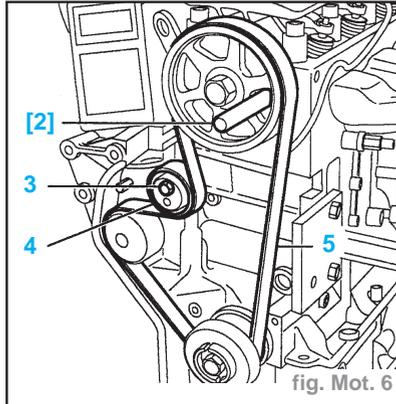
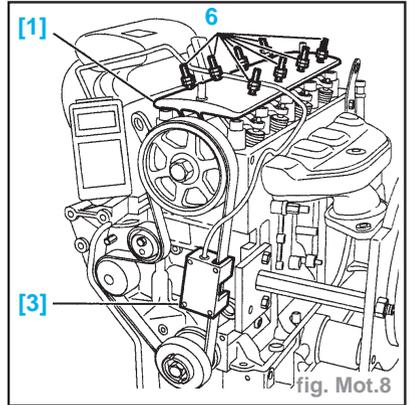

fig. Mot. 6
fig. Mot.8
- Vérifier que le galet tendeur (4) tourne
- Mettre en place l'appareil de mesure de tension de courroie (3) (appareil **SEEM C.TRONIC type 105-5**) (fig. Mot. 8).
- Desserrer l'écrou (3) (fig. Mot. 6).
- Tourner le galet tendeur (4) dans le sens inverse des aiguilles d'une montre pour afficher **44 unités SEEM**.
- Serrer l'écrou (3) à **2,2 daN.m**
- la pige de poulie d'arbre à cames (2)
- l'appareil de mesure de tension de courroie (3)
- Dévisser les vis (6) (fig. Mot. 8).
- Mettre en place la plaque d'appui de culbuteurs (1) (réf. 0132AE) en respectant son sens de montage par rapport à la distribution.
- Serrer les vis (6) (s'assurer que toutes les cames sont libérées).
- Piger le pignon d'arbre à cames à l'aide de la pige (2) (réf. 0132RZ) (fig. Mot. 6).
- Desserrer l'écrou (3) de maintien du galet tendeur (4) pour détendre la courroie (5).